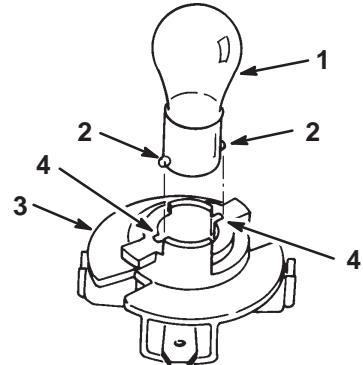

Bild 26
4. Drücken Sie die Birne hinein, drehen sie entgegen dem Uhrzeigersinn bis zum Anschlag (ca. 1/4 Umdrehung) und nehmen Sie sie aus der Birnenfassung heraus (Bild 26).
1. Die Glühbirne hat Metallstifte an der Seite ihres Unterteils. Fluchten Sie die Stifte auf die Schlitze in der Birnenfassung aus und setzen das Unterteil in die Fassung (Bild 26). Drücken Sie die Birne hinein und drehen sie im Uhrzeigersinn bis zum Anschlag.